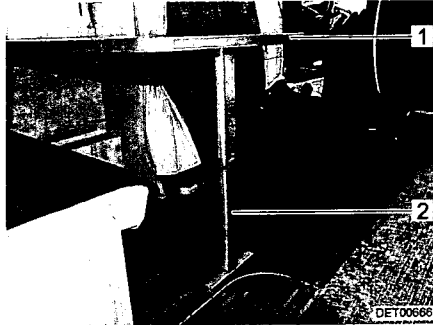

Bild 29 Bettunterbau
- Tischplatte (Bild 29,1) vorn leicht anheben.
- Entriegelungsknopf drücken und den unteren Teil des Gelenkstützfußes (Bild 29,2) um 90° umklappen.